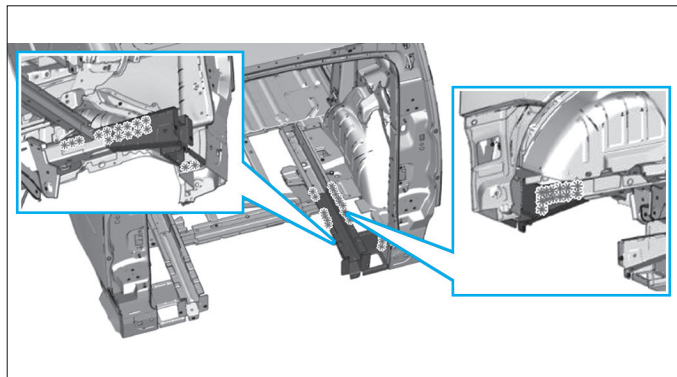

FIG. 112
- Découper les points (Fig.112).